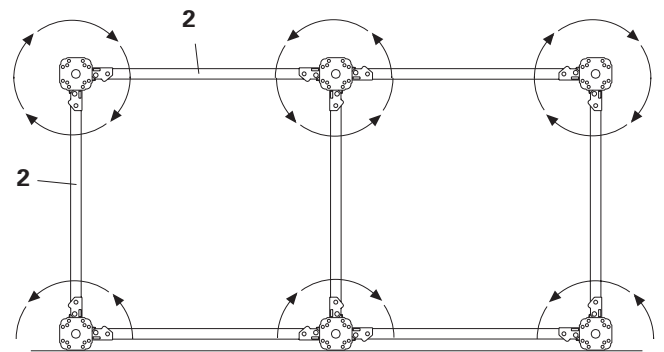

Fig. 31
- MRK-hegnene **2** skal konsekvent monteres møllevingeagtigt. **Fig. 31**